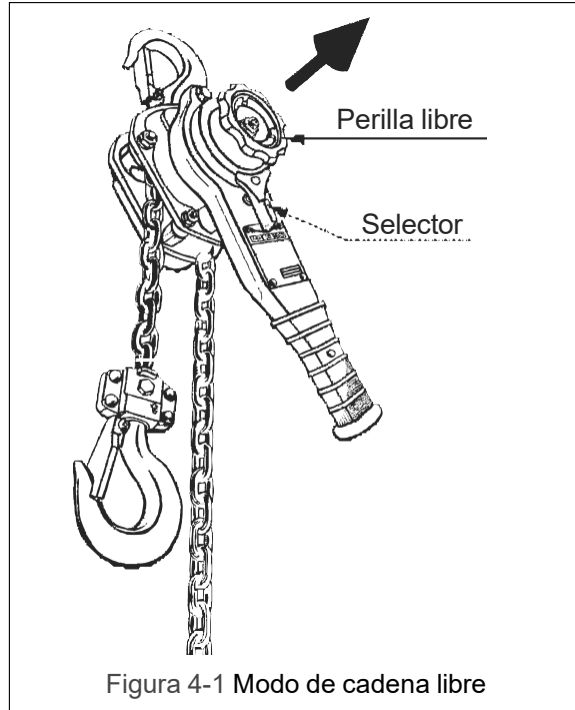

Figura 4-1 Modo de cadena libre
- Al jalar la perilla libre se acciona el resorte interno para liberar el freno mecánico, lo cual permite que pueda extraerse la cadena de carga en cualquier dirección hasta la longitud deseada. Consulte la Figura 4-1.